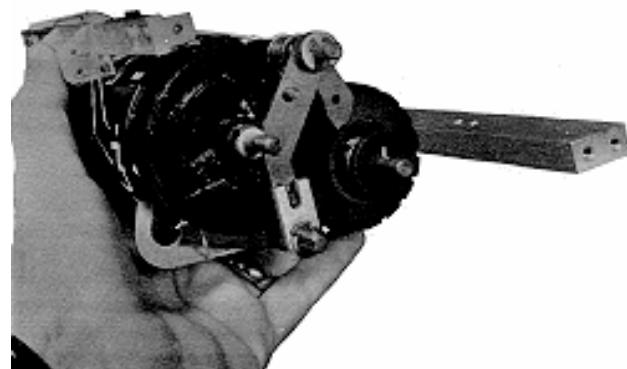

Figura 20. Preparación para montaje de la placa lateral
- c. Colocar el pasador sobre la palanca de puesta a cero con una hendidura en el brazo de puesta a cero. Ver figura 20.
- Mantener el conjunto indicador como se indica en la figura 20 y colocar una cinta de caucho alrededor del conjunto para sostenerlo. Asegurarse de que el pasador en el conjunto palanca de puesta a cero queda colocado en la ranura del brazo de puesta a cero.